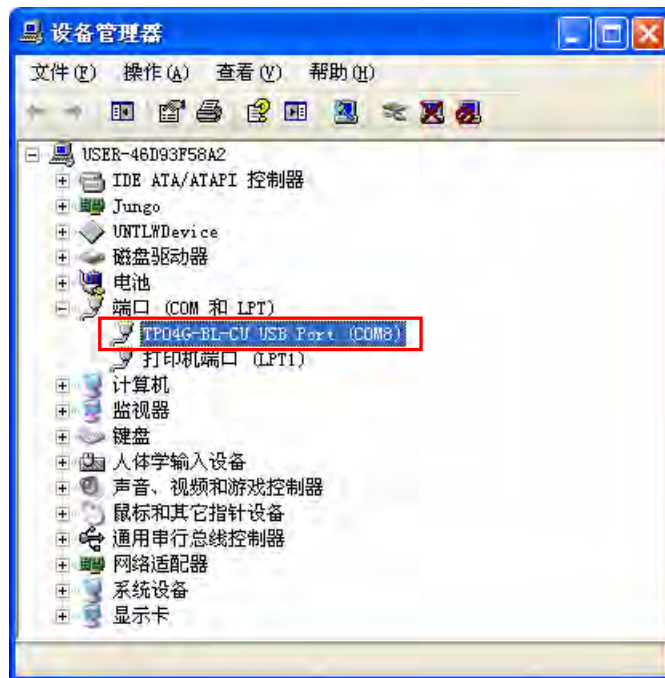

图 B-6 设备管理器
- (6) 完成安装后，请先开启 Windows 的设备管理器，当端口（COM 与 LPT）的项目中有列出刚才所安装的装置名称时，便代表驱动程序已安装成功，而此时 Windows 系统便会自动为其配置一个 COM Port 的编号。如图 B-6。